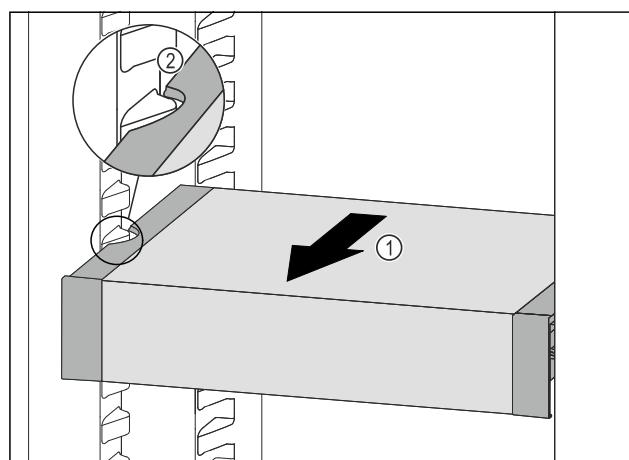

Fig. 151
- Tirer le VarioSafe vers l'avant Fig. 151 (1) jusqu'à ce que les encoches latérales du VarioSafe se trouvent au niveau de la nervure du bac dans la partie réfrigérateur.
- Fig. 151 (2)